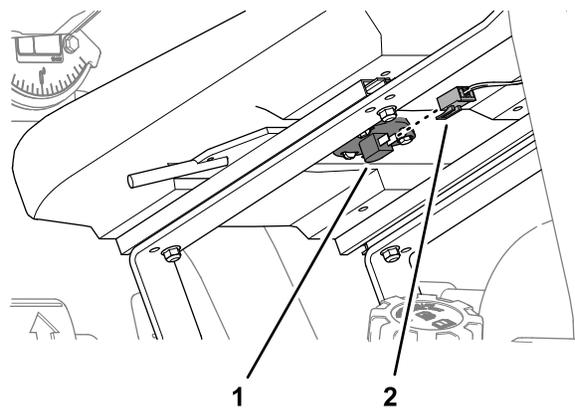

Figura 4
4. Retire o conector de duas tomadas dos terminais para o interruptor do banco (Figura 4).